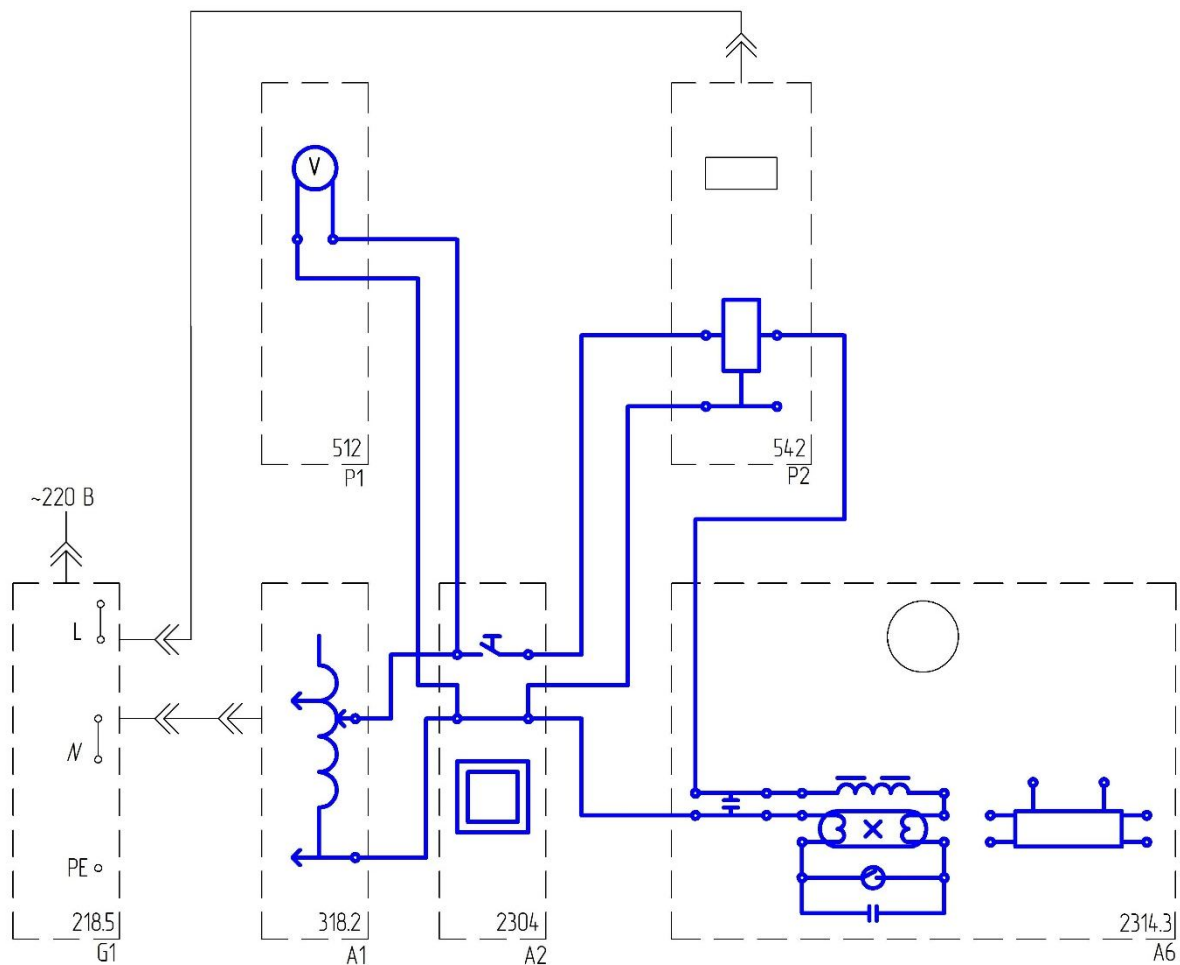

Рис.4.2.
- Отключите выключатель A2 и соедините аппаратуру в соответствии со схемой электрической соединений, приведенной на рис. 4.2. (схема с конденсатором).